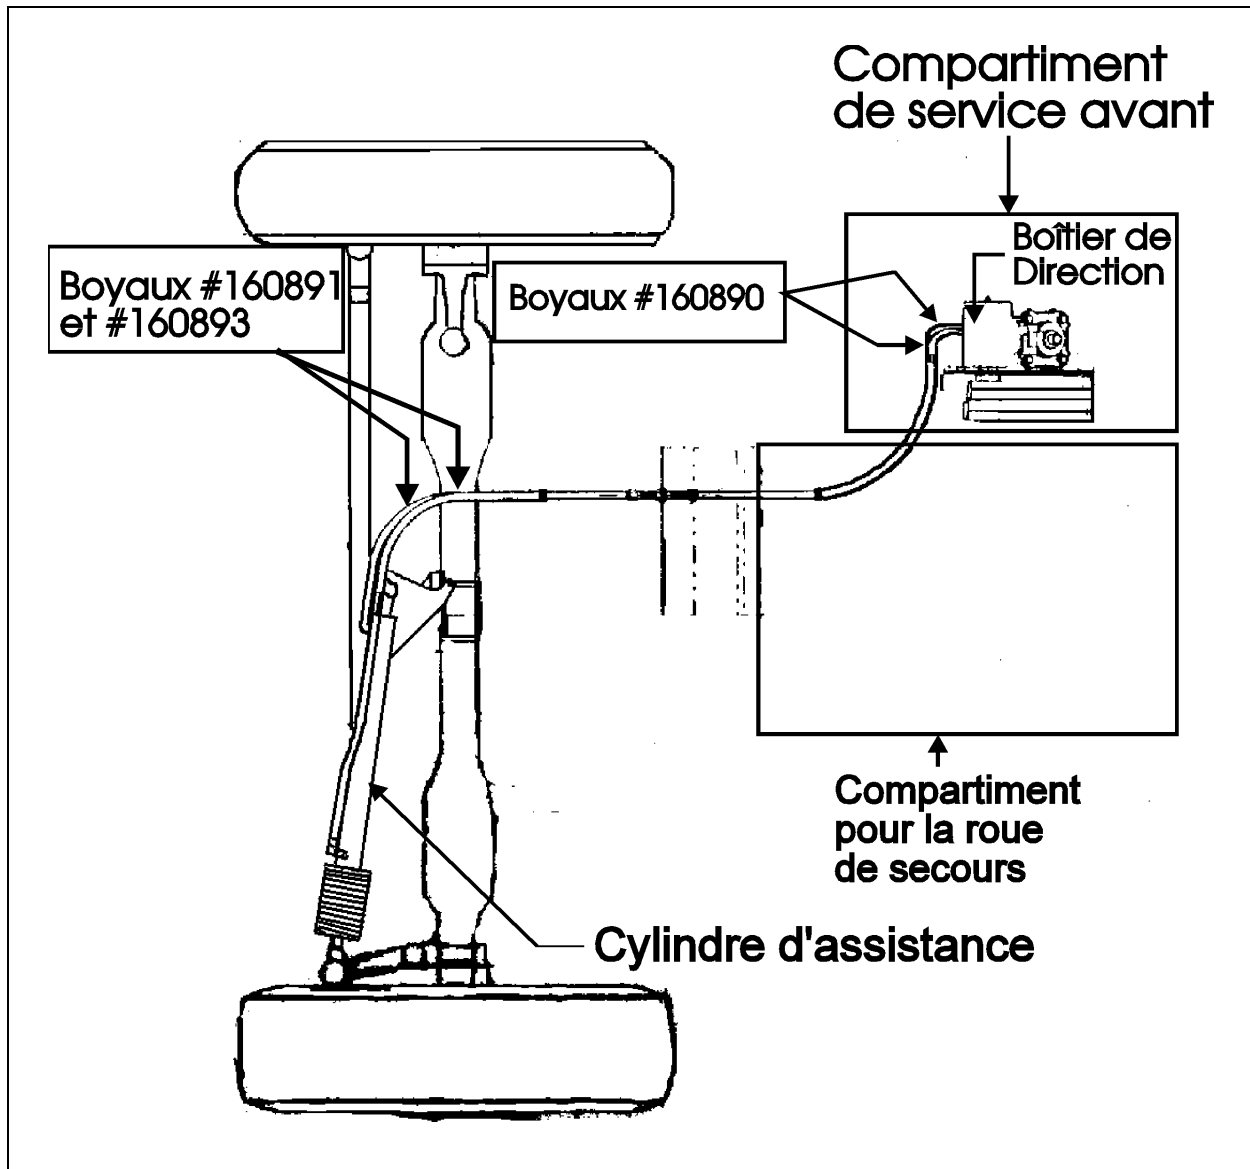

FIGURE 2: VUE DE HAUT DU CYLINDRE D'ASSISTANCE ET DES DEUX BOYAUX SUR LES VÉHICULES H3
3. Enlever les deux autres extrémités des boyaux dans le fond du compartiment pour la roue de secours (Fig. 2).
6. Localiser le cylindre d'assistance de conduite sous le véhicule (Fig. 2).
7. Enlever les collets de retenue des boyaux (Prévost #160893 et #160891, Fig. 2).
9. Enlever ensuite les deux boyaux (Prévost #160891 et #160893, Fig. 2).